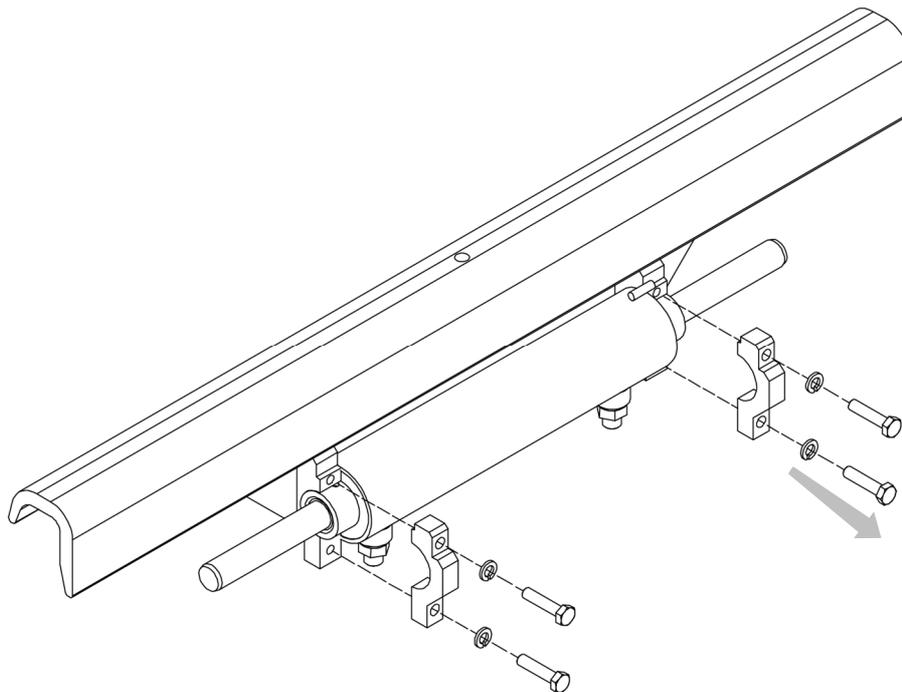

Abbildung 24
4. Beachten Sie dazu *Abbildung 24*.